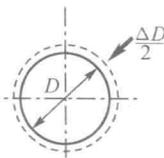

图 1-11
1. 薄圆环的平均直径为 D , 变形后的平均直径增加了 ΔD , 如图 1-11, 试证明该圆环沿圆周方向的平均线应变 $\epsilon = \frac{\Delta D}{D}$ 。(大连理工大学, 2005 年)